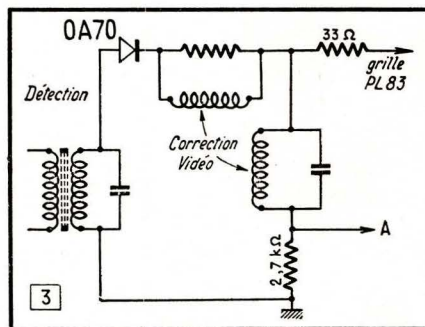
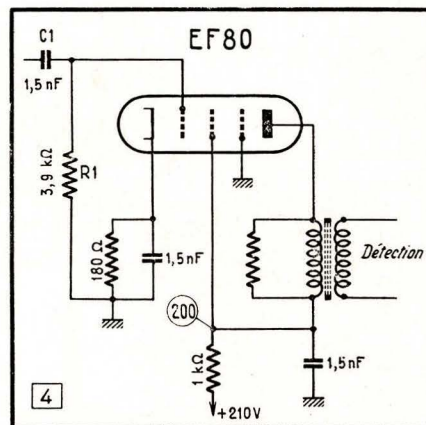

Fig. 3. — La tension continue positive, présente en A, est proportionnelle aux signaux soumis à la détection.
Fig. 4. — Le débit de la lampe est fonction de sa polarisation, c'est-à-dire de la tension continue existant entre la grille et la cathode.
nue issue de la détection. Nous savons, en effet, que cette tension (positive dans notre cas) est d'autant plus élevée que les signaux à détecter sont plus importants. Il suffit donc de brancher un voltmètre au point A (fig. 3) et d'attendre la variation de contraste annoncée. Si cette variation n'entraîne aucune modification de la tension redressée, on peut accuser l'amplificateur vidéo, y compris le tube cathodique. Au contraire, si, comme c'est le cas ici, la variation de contraste s'est signalée par une baisse des indications lues sur le voltmètre, il convient de vérifier plus particulièrement les étages F.I. ainsi que la détection. Nous commençons par la diode de redressement, du type OA70. Un contrôle à l'ohmmètre des valeurs de résistance dans le sens direct et dans le sens inverse ne servirait à rien puisque le défaut est, rappelons-le, intermittent. Aussi, contentons-nous de lui appliquer quelques petites pichenettes afin de déceler un mauvais contact, toujours possible dans la jonction. Les résultats obtenus demeurant négatifs, nous employons la même méthode avec les lampes et les bobines de la chaîne d'amplification F.I., en dosant nos efforts de façon que les chocs soient bien localisés et ne se communiquent pas aux éléments non soumis au traitement. Et c'est ainsi que nous arrivons à situer le défaut au niveau de la dernière EF80 (fig. 4).
Le schéma de principe de l'étage se trouve représenté dans la figure 4, et c'est d'après lui que nous allons raisonner, car le caractère intermittent du défaut nous oblige à travailler sur l'appareil en état de marche et rend impossible les mesures à l'ohmmètre.
Le schéma de la figure 4 montre la structure de ce correcteur de tonalité, un peu particulier, dont l'élément essentiel est constitué par le potentiomètre P_2 muni d'une prise située à 63 % de la résistance. Lorsque le curseur de P_2 est placé vers R_{200} , on obtient la courbe (1), bien creusée dans le médium et dont les basses sont nettement relevées. A cela il n'y a rien d'étonnant puisque la liaison B.F. ainsi réalisée comporte un circuit parallèle (C_2 -portion du P_2) suivi d'un circuit série (portion du P_2 - C_1), d'où une transmission « sélective », avec un minimum déterminé par le rapport des valeurs en présence.